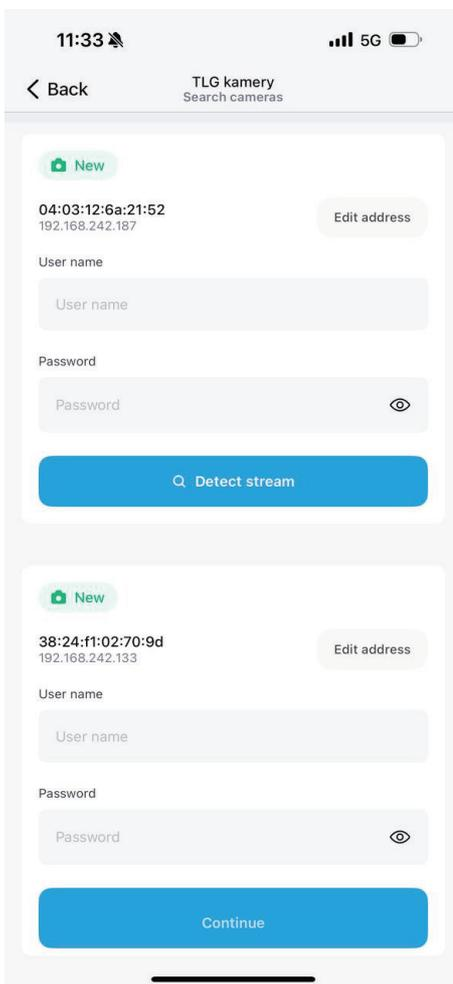
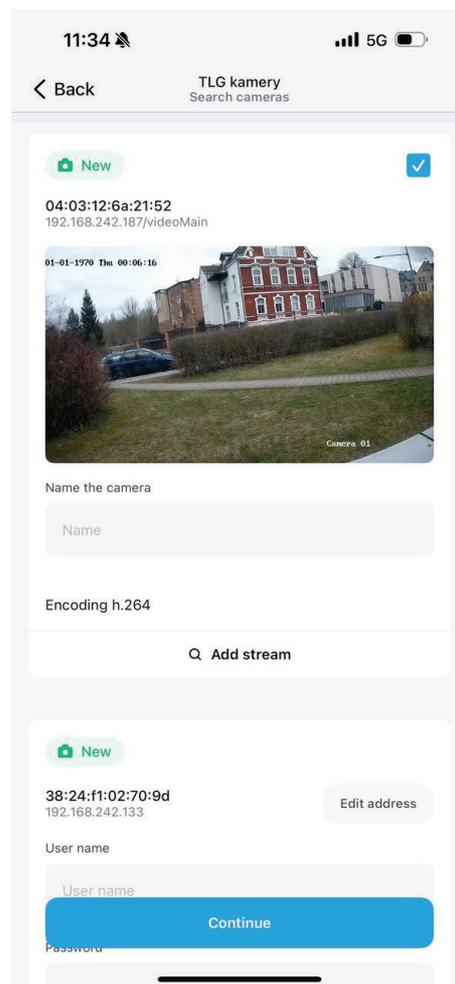
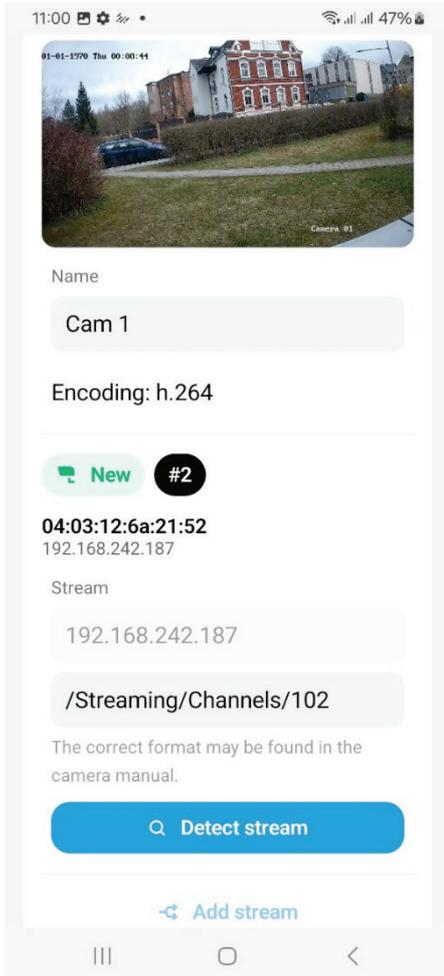
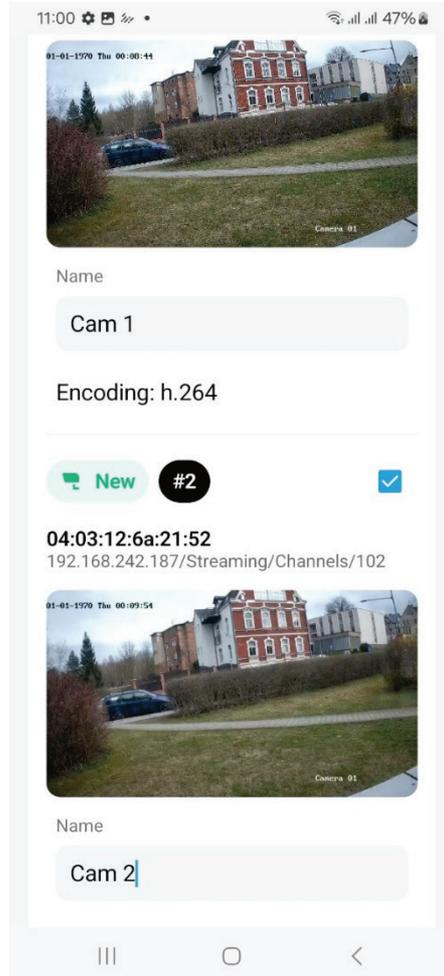

Fig. 3: Detektering av ström
Fig. 4: förhandsgranskning av ström
Fig. 6: detektering av nästa ström
Fig. 7: förhandsgranskning av nästa stream
1. nslut omvandlaren till ett lokalt nätverk där kameror eller inspelningsenheter är anslutna, med tillgång till Internet via LAN-kontakten (3) - LAN-kabel medföljer.
2. Anslut omformaradaptorn till ett eluttag och sätt i USB-C-kontakten i enheten (1).
5. När du har laddat kamerorna med MAC-adress eller IP-adress fyller du i namn och lösenord för de kameror du vill registrera och trycker på Detect stream (fig. 3). Därefter visas en förhandsgranskning av kameraströmmen och du kan markera rutan i det övre högra hörnet för att välja den kamera som ska registreras (fig. 4). Genom att välja Add stream kan du t.ex. ansluta en inspelningsenhet med flera kameror (fig. 7). De enskilda strömmarna kan definieras med en identifierare (videoSub). För Hikvision-kameror t.ex.: <användarnamn>:<lösenord>@<adress>:<port>/Streaming/Kanaler/videoSub/. Varje tillverkare har sin egen form notation (bild 6).